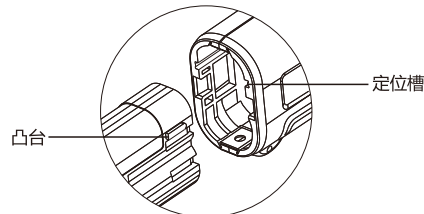

图3
(3) 充电器接通电源。充电指示灯亮起黄灯并闪烁时，表示充电进行中；充电指示灯转为黄灯常亮时，表示充电完成；
(4) 充电完成取下电池包安装到机身上。电池包凸台与机身定位槽对齐卡入到位。（图3）